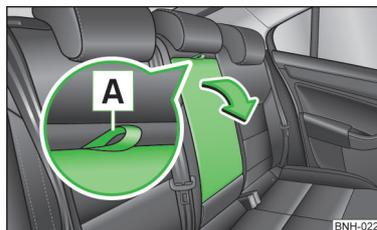

Fig. 40
- Tirar del lazo **A** » fig. 40 y abatir hacia delante el apoyabrazos en el sentido de la flecha.